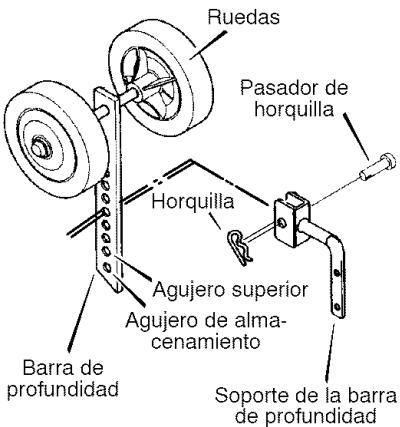

Figura 4
- Quite la **horquilla** y el **pasador de horquilla** de la **barra de profundidad** (Figura 4).
- Para cavar en tierra pesada o para preparar un lecho para plantar semillas, ajuste la **barra de profundidad** con las **ruedas arriba** (Figura 4). En esta posición, la **barra de profundidad**, no las